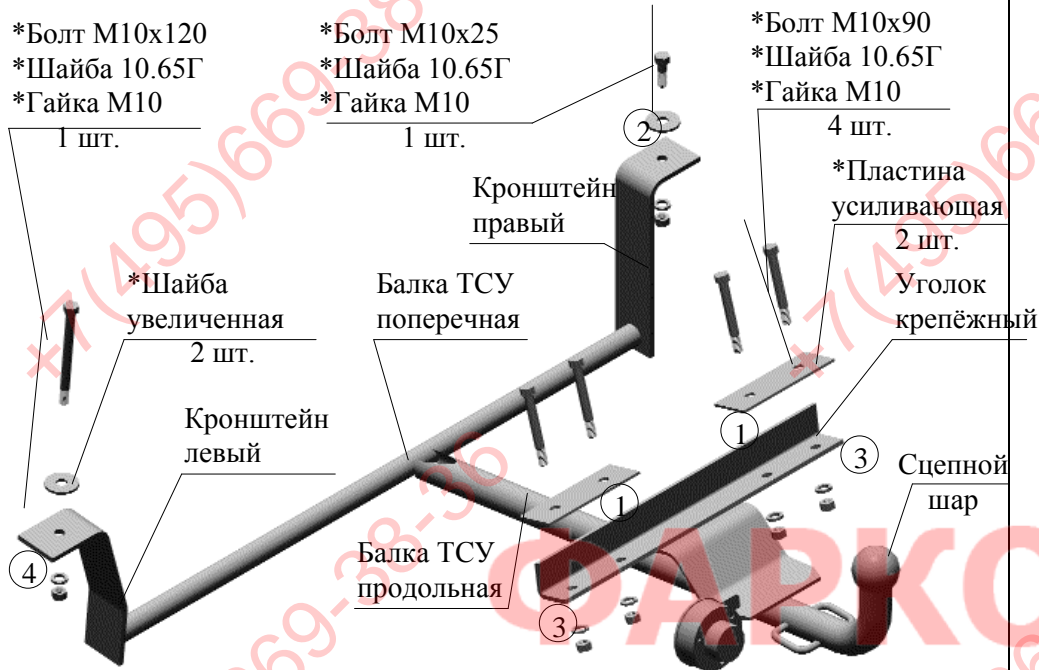

Рис.1 Тягово-сцепное устройство
| 2.1 ТСУ в сборе (рис.1) | 1 шт. |
| 2.2 Пакет с комплектующими (см. рис.1) | 1 шт. |
4.3 Наметить и просверлить в полном корпусе а/м два отверстия (на Рис. 1 отмечены (1)) диаметром 10,5...11 мм, используя ТСУ, как кондуктор. Закрепить ТСУ двумя болтами М10х90, не затягивая крепеж.
4.4 Наметить и просверлить в полу багажного отделения отверстие (2) диаметром 10,5...11 мм, используя ТСУ, как кондуктор (см. Рис. 1). Закрепить ТСУ, не затягивая крепеж.
4.5 Наметить и просверлить два отверстия в полу багажного отделения, используя ТСУ, как кондуктор (отверстия (3) на Рис. 1).
4.6 Наметить и просверлить напроход отверстие диаметром 10,5...11 мм в левом лонжероне автомобиля (отверстие (4) на Рис. 1). При сверлении отверстия со стороны пола багажного отделения необходимо использовать разметку.